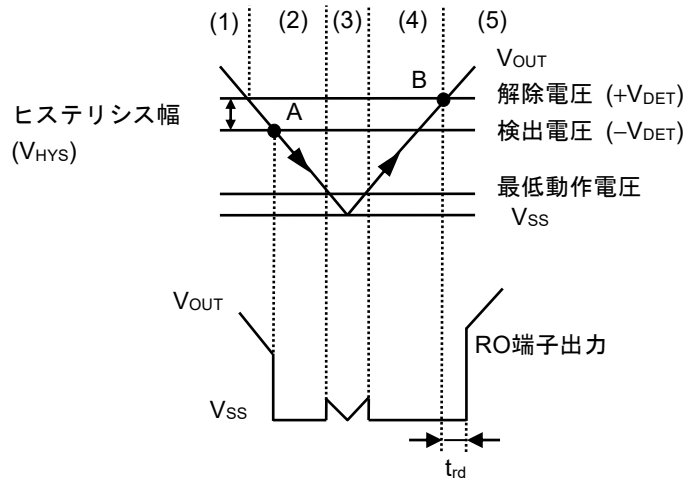

図34 ディテクタ部のタイミングチャート
- (1) レギュレータの出力電圧 (V_{OUT}) がディテクタの解除電圧 ($+V_{DET}$) 以上で、Nchトランジスタ (N1, N2) はオフになり、RO端子に "H" が出力されます。このときPchトランジスタ (P1) はオン状態で、コンパレータ (C1) への入力電圧は $\frac{R_B \cdot V_{OUT}}{R_A + R_B}$ になります。
- (2) V_{OUT} が低下し $+V_{DET}$ 以下になっても、検出電圧 ($-V_{DET}$) 以上であればRO端子に "H" が出力されます。 V_{OUT} が $-V_{DET}$ (図34のA点) 以下になるとC1によって制御されるN1はオンになり、 C_{DLY} が放電されます。DLY端子電圧 (V_{DLY}) がリセット放電しきい値電圧 (V_{DRL}) 以下になるとC2の出力段のN2はオンになり、RO端子に "L" が出力されます。このときP1はオフになり、C1への入力電圧は $\frac{R_B \cdot V_{OUT}}{R_A + R_B + R_C}$ になります。
- (3) V_{OUT} がさらに低下し、ICの最低動作電圧以下になると、RO端子出力は "H" になります。
- (4) V_{OUT} が最低動作電圧以上に上昇するとRO端子に "L" が出力されます。また、 V_{OUT} が $-V_{DET}$ を越えても $+V_{DET}$ 未満の場合には出力は "L" になります。
- (5) さらに V_{OUT} を上昇させ $+V_{DET}$ (図34のB点) 以上になるとN1はオフになり、 C_{DLY} が充電されます。 V_{DLY} が充電しきい値電圧 (V_{DU}) 以上になるとN2はオフになり、RO端子に "H" が出力されます。